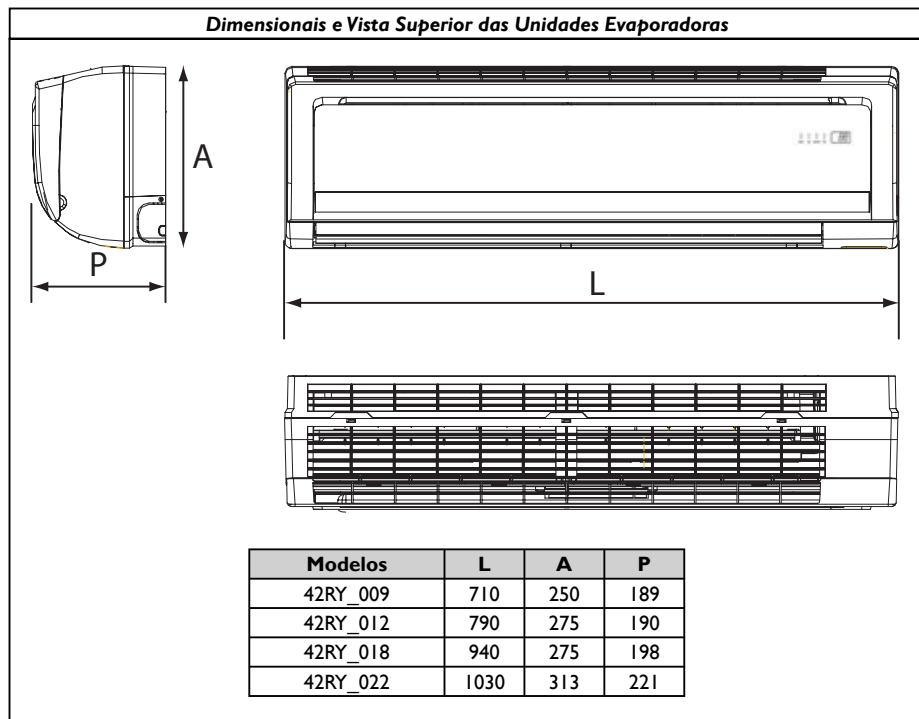

FIGURA 13
- * Instalar a evaporadora onde ela fique livre de qualquer tipo de obstrução da circulação de ar tanto na descarga como no retorno de ar. A posição da evaporadora deve ser tal que permita a circulação uniforme do ar em todo o ambiente, veja exemplo na figura 13.